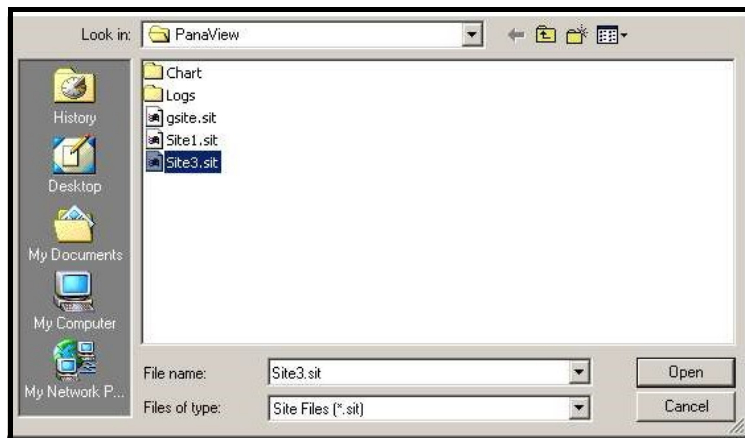
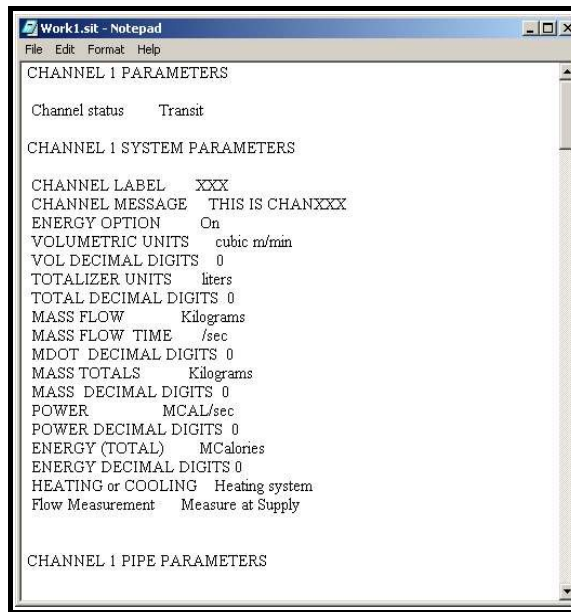

Figura 52: Selección de archivos del sitio
Figura 54: Impresión del archivo del sitio
- A continuación, haga clic en el botón [Guardar sitio en el medidor]. Se abrirá una pantalla similar a la *Figura 52*.
- a. Se abrirá la ventana de *selección de archivos del sitio* (*Figura 52 en la página 102*). Resalte un archivo de sitio con la configuración deseada y haga clic en [Abrir]. El archivo del sitio se convertirá en el sitio de *trabajo* en el medidor con la configuración deseada.
2. Haga clic en [Guardar sitio en el PC]. Se abrirá una ventana similar a la *Figura 52 en la página 102*.
1. Resalte el sitio en el panel izquierdo. (Véase la *Figura 52 en la página 102*.)
3. Se abrirá la ventana de *Selección de archivos del sitio* (mostrada en la *Figura 52 en la página 102*). Introduzca el nombre del sitio deseado (con el sufijo .prt) y haga clic en [Guardar]. PanaView mostrará una versión de texto del sitio, como se muestra en la *Figura 54*.